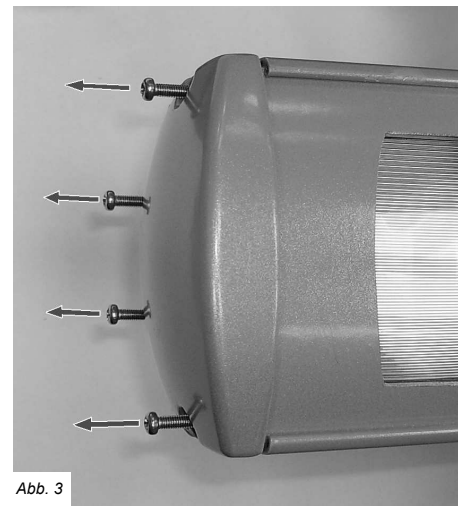

Abb. 3
5. Die vier Schrauben (siehe Abb. 3) von der Abschlusskappe lösen und die Kappe vom Heizkörper entfernen. Auf der gegenüberliegenden Seite wiederholen.
6. Die Seiteneinfassungen an beiden Seiten herausziehen und das Schutzgitter an einer Seite herausziehen (Abb. 3 und 4 zeigen die Seiteneinfassungen mit Linsen bei Modellen mit Glühlampen).